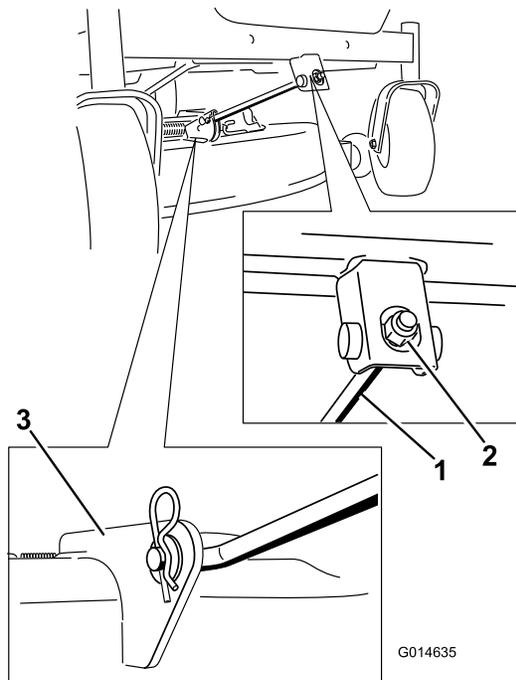

Figura 70
5. Remova o contrapino do gancho da barra de suporte da frente e remova a barra do suporte da plataforma (Figura 70).
6. Coloque a barra de suporte frontal na plataforma do cortador com o pino de segurança e contrapino do gancho (Figura 70).